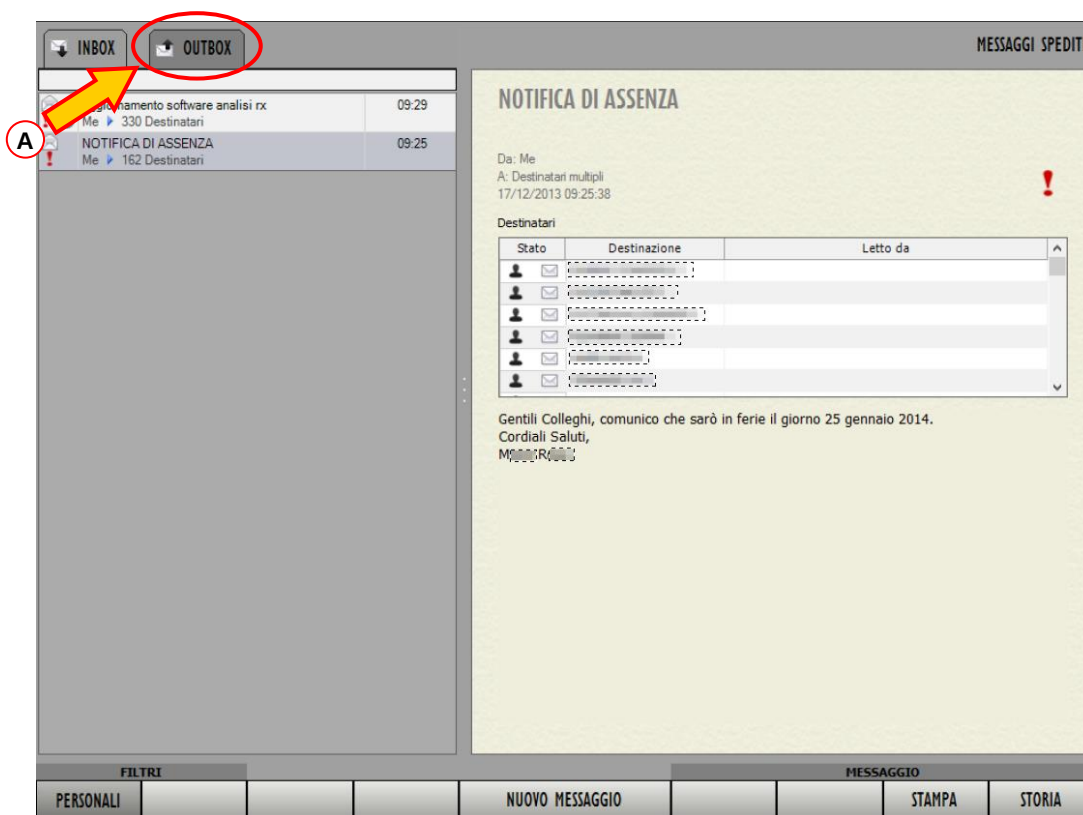

Fig 84
La schermata “Outbox” (Fig 84) contiene l’elenco dei messaggi spediti dall’utente correntemente connesso.
- Cliccare l’etichetta  posta in alto a sinistra (Fig 84 A).
- Cliccare sul riquadro ad esso corrispondente nell'elenco dei messaggi a sinistra (mostrato in Fig 84).